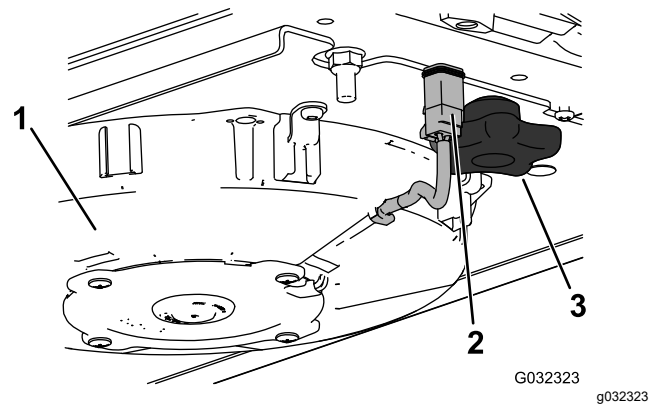
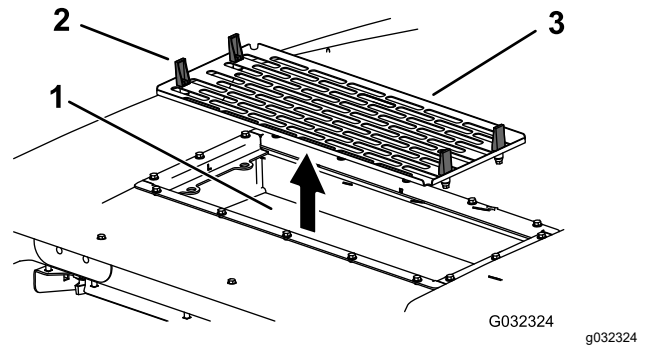

Bild 100
Bild 101
6. Bauen Sie Luftfilter, Gitter und Klimaanlage wieder ein (Bild 98, Bild 100 und Bild 101).
7. Schließen Sie das Kabel jedes Lüfters an (Bild 100).